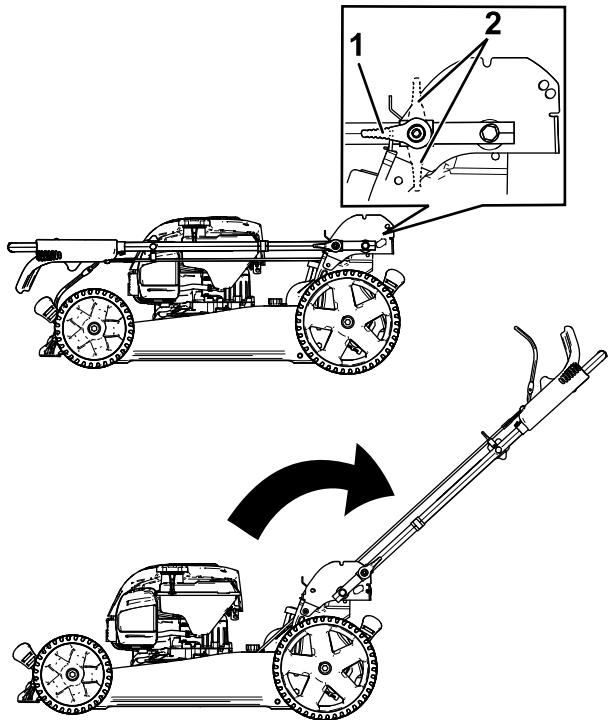

Figura 3
1. Desengate o bloqueio do manípulo (Figura 3).
2. Mova o manípulo para trás para a posição de funcionamento (Figura 3).